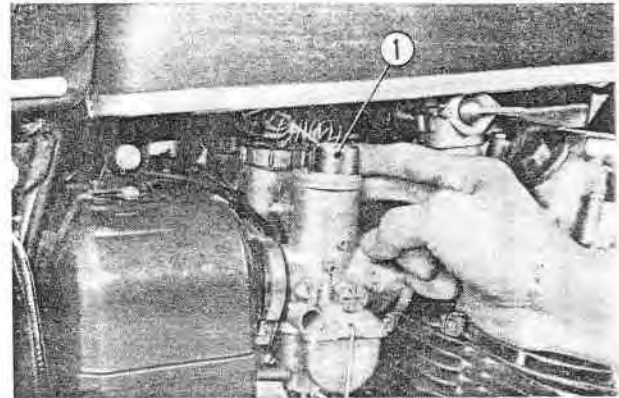

Fig. 6-2 ① Clapet de commande des gaz
2. Enlever le clapet de commande des gaz de chacun des carburateurs. (Fig. 6-2)